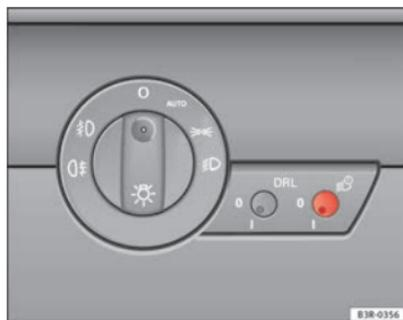

Fig. 86 Détail de la planche de bord : commande coming/leaving home
- Appuyez brièvement sur le bouton ⇒ fig. 86 afin de le dégager de sa position de réglage.